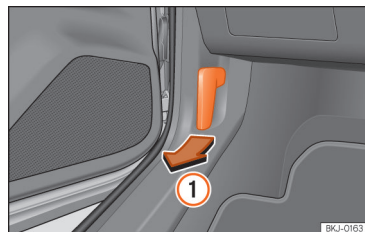

Fig. 178 Alavanca de desbloqueio no espaço para a zona dos pés do condutor.
• Abra a porta e puxe pelo manípulo que existe debaixo do painel de instrumentos >>> Fig. 178 ①.